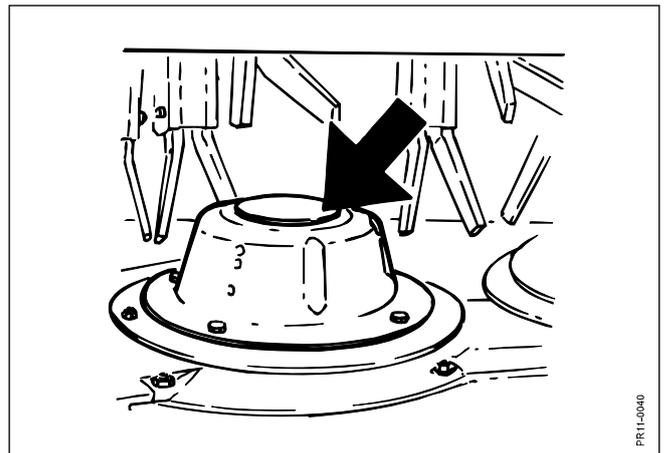

Fig. 5-7
- Fig. 5-7** Les chapeaux sur disques doivent être remplacés immédiatement s'ils sont cabossés ou détériorés. Vérifier plusieurs fois dans la saison qu'ils ne se remplissent pas de terre ou d'herbe.